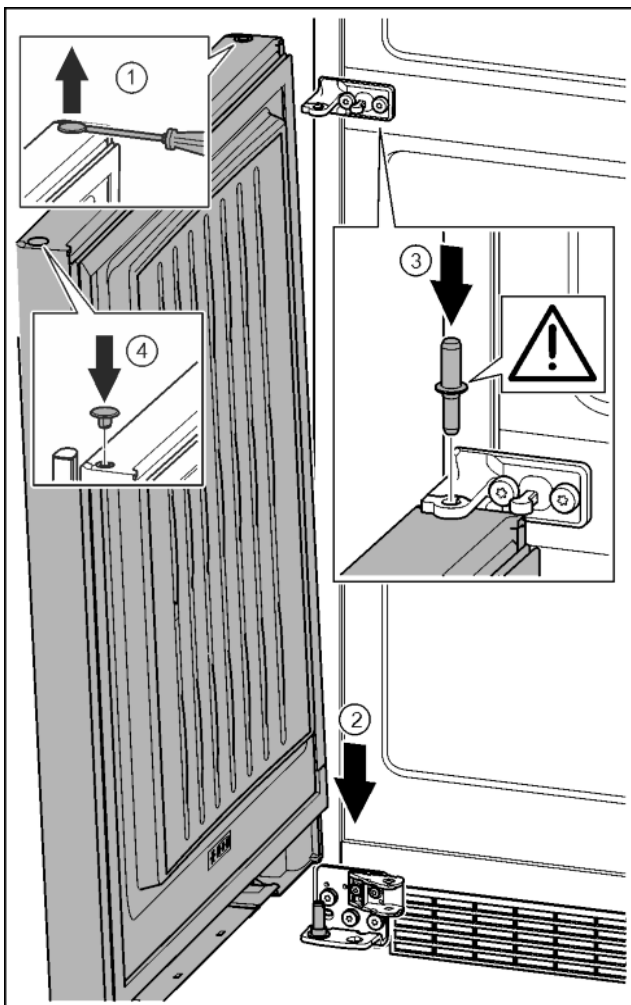

Fig. 34
- ▶ Stopfen vorsichtig mit einem Schlitzschraubendreher anheben und herausziehen. Fig. 34 (1)
- ▶ Tür von oben auf den unteren Lagerbolzen aufsetzen. Fig. 34 (2)
- ▶ Lagerbolzen Mitte durch Lagerbock Mitte in die untere Tür einsetzen. Dabei darauf achten, dass der Rastnocken nach hinten zeigt. Fig. 34 (3)
- ▶ Stopfen auf der anderen Türseite wieder einsetzen. Fig. 34 (4)